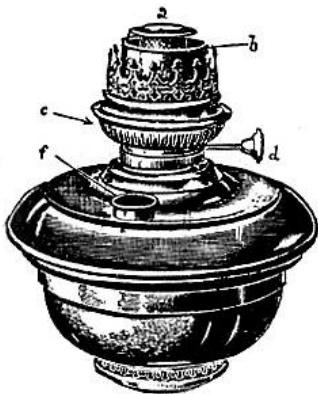

Abb. 46. Petroleumlampe.
c) Teile der Petroleumlampe. An einer Petroleumlampe unterscheidet man den Ölbehälter, die abschraubbare Dochtführung und den Zylinder (Abb. 46).
Die ersteren geben eine runde, zylindrische Flamme, die letzteren eine ebene Schließflamme. — Innerhalb der Flamme des Rundbrenners ist ein Metallscheibchen angebracht (Brandscheibe), die das Flackern der Flamme verhindert (Abb. 46).